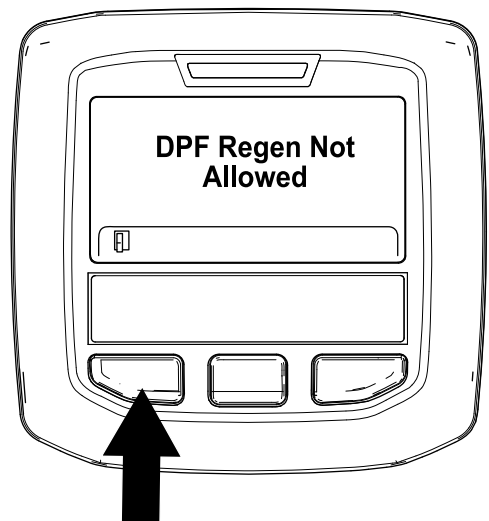

Рисунок 52
- Если компьютер двигателя не разрешил процесс регенерации, на дисплее инфо-центра появится сообщение «DPF Regen Not Allowed» («Регенерация фильтра DPF не разрешена») (Рисунок 52). Для перехода на главный экран нажмите левую кнопку.